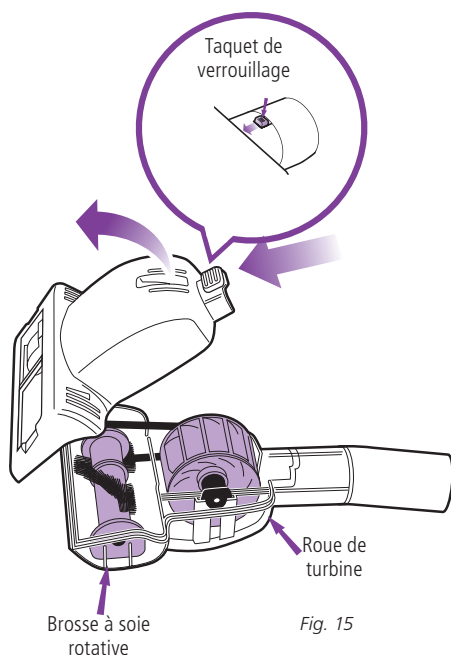

Fig. 15
- Retournez la brosse rotative, glissez le loquet de verrouillage vers l'avant et faites basculer le couvercle vers le haut pour l'enlever. (fig. 15)